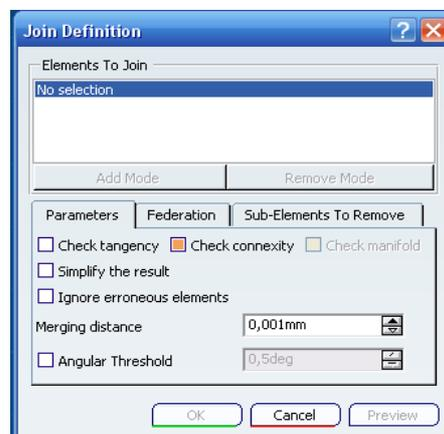

Ilustración 443: Definición de Join.
**Join (Unión).** Con esta operación se van a poder unir al menos dos superficies o dos curvas que deben ser adyacentes. Se selecciona el comando *Join* y las superficies que se quieren unir, en este caso las dos extrusiones. En la Ilustración 443 se muestra la ventana de definición de este proceso.